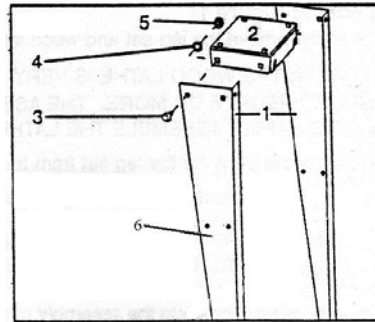

Abb. 8: Montage des Maschinengestells
Schritt 1: Schrauben Sie die Gestellfüße (Pos.1, Abb.8) mit jeweils 3 Flachrundschraven M8x12 (Pos.3, Abb. 8) und den dazugehörigen Unterlegscheiben (Pos.4, Abb.8) und Muttern (Pos.5, Abb.8) am Haltewinkel (Pos.2, Abb.8) fest.
Schritt 2: Befestigen Sie die Werkzeugablage an der vorgesehenen Position (Pos.6, Abb.8) mit insgesamt 8 Flachrundschraven M8x12, Unterlegscheiben und Muttern.